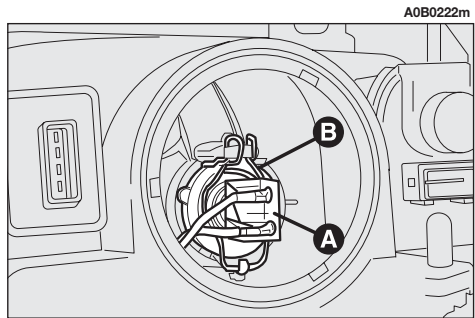

fig. 32
**DIPPED-BEAM HEADLAMPS (fig. 32)**